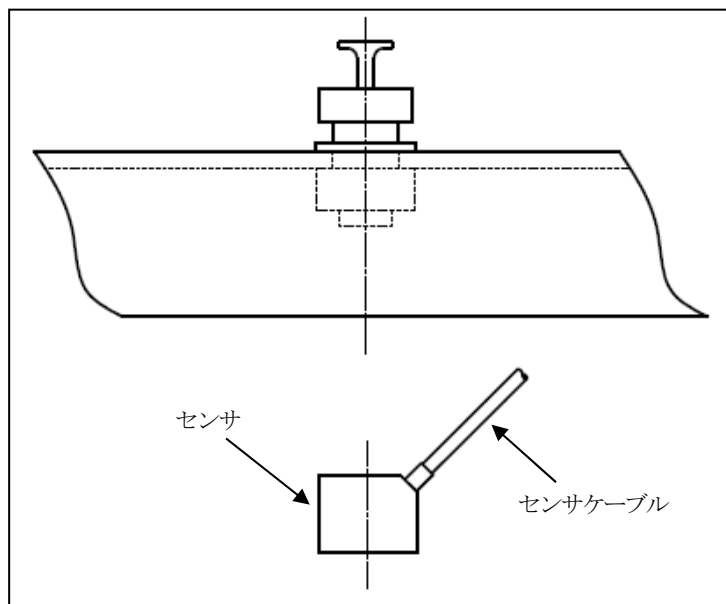

図6.12
- 2) 図6.12のように、ケーブルと一体のセンサが外れます。